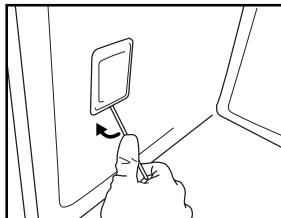

Fig. 7
3. Folosind o șurubelnită ascuțită drept pârghie, extrageți plafoniera (Fig. 7).